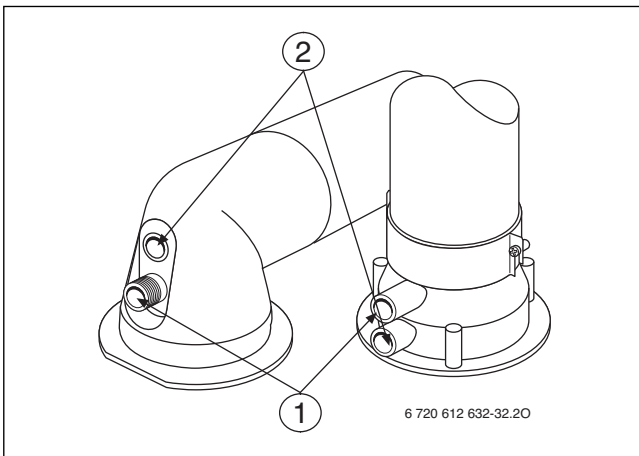

Рис. 59
- ▶ Снять заглушку с измерительного штуцера воздуха для горения (→ рис. 59).
- ▶ Снять заглушку с измерительного штуцера дымовых газов (1) (→ рис. 59).